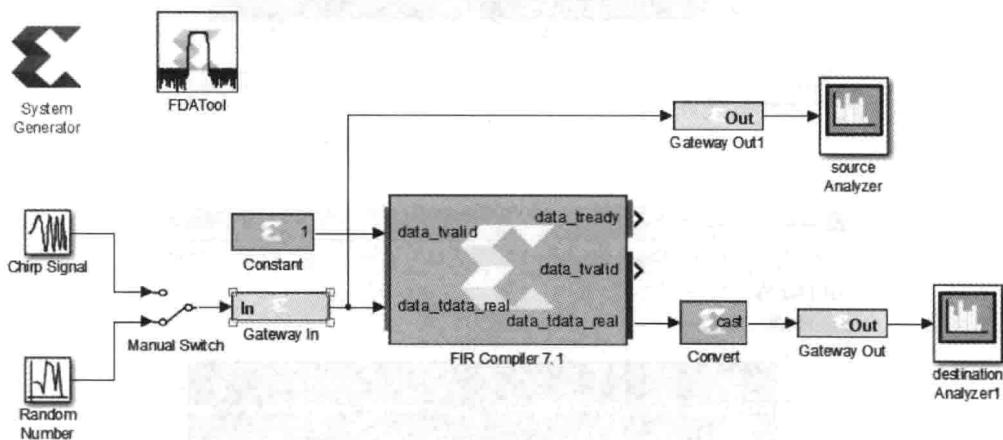
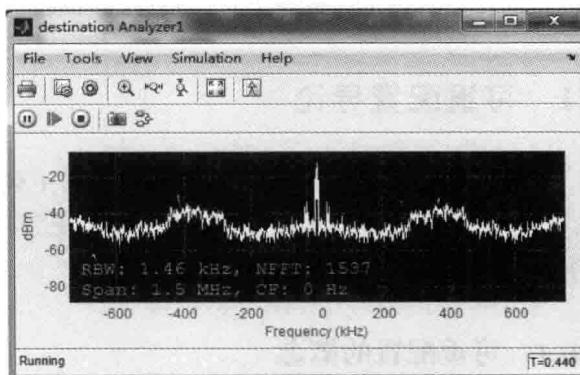

图 6.52 修改设计模型
图 6.53 Chirp 信号通过修改后的滤波器的波形
- (1) 在 Simulink Library Browser 窗口下, 找到并展开 Xilinx Blockset。在右侧窗口中, 找到 Convert 元件, 将其添加到设计中。
- (2) 如图 6.52 所示, 完成与 FIR 滤波器的输出的连接。
- (1) 双击图 6.52 内的 Manual Switch, 将开关切换到 Chirp Signal。
- (2) 在设计界面工具栏内的输入框中, 输入 100。
- (3) 单击设计界面工具栏内的 按钮, 开始进行仿真。
- (4) 如图 6.53 所示, 给出通过滤波器后的输出信号的频谱图, 验证在 FIR 滤波器带外的信号被衰减。
- (5) 双击图 6.52 内的 Manual Switch, 将开关切换到 Random Number。